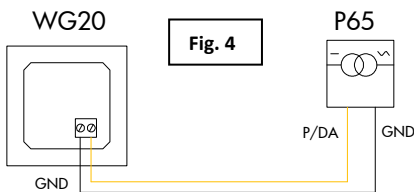

Fig. 4
- Procédez au raccordement électrique du **WG20** en vous référant aux préconisations [Fig. 4].